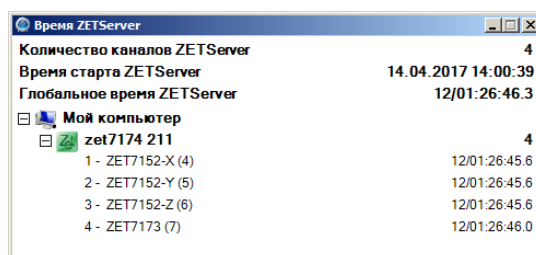

Рис. 2.2 Пример окна «Время ZETServer» с идентификаторами устройств, входящих в состав виброметра
- убедиться, что в окне программы «Время ZETServer» (Рис. 2.2) появилась информация о подключении виброметра (определились измерительные каналы и началось непрерывное и синхронное изменение времени каналов)